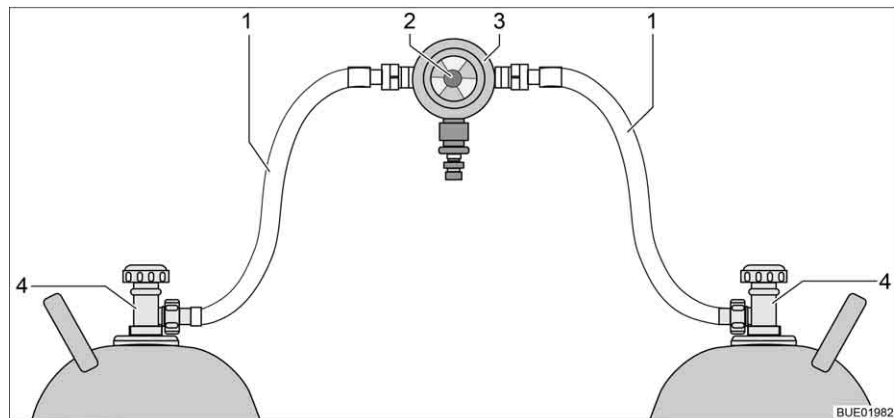
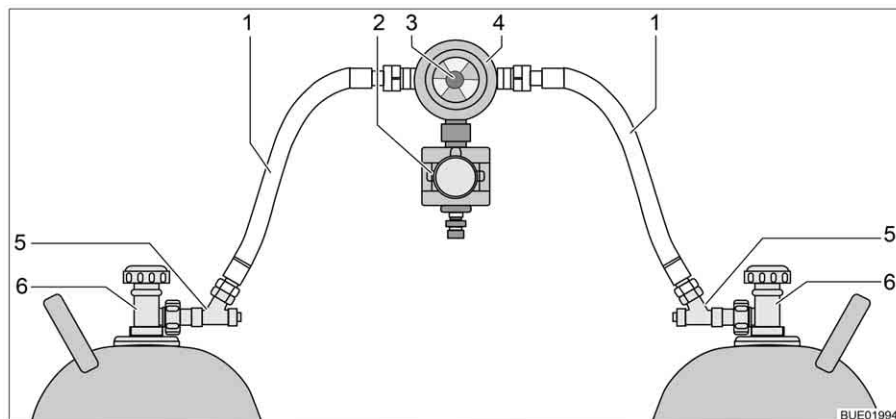

Fig. 160 Dispositif de commutation entre bouteilles de gaz
Fig. 161 Dispositif de commutation entre bouteilles de gaz avec CPU
Le dispositif de commutation entre bouteilles de gaz se compose d'un régulateur de pression du gaz combiné à une valve de commutation et indicateur (Fig. 160,3). Le dispositif de commutation entre bouteilles de gaz est monté entre les deux lyres (Fig. 160,1).
Le dispositif de commutation entre bouteilles de gaz se compose d'un régulateur de pression du gaz combiné à une valve de commutation et indicateur (Fig. 161,4) et d'une électrovanne (Fig. 161,2). L'électrovanne bloque l'arrivée du gaz au véhicule en cas de freinage brusque, d'accident ou de pente inhabituellement forte. Le dispositif de commutation entre bouteilles de gaz est monté entre les deux lyres (Fig. 161,1) avec des sécurités de rupture de tuyau (Fig. 161,5).
Le bouton rotatif (Fig. 160,2 et Fig. 161,3), situé sur le dispositif de commutation entre bouteilles de gaz permet de définir laquelle des bouteilles de gaz est celle de service et laquelle est celle de réserve.
Seules les fonctions électriques peuvent être activées sur l'unité de commande (Fig. 162). Les robinets principaux des bouteilles de gaz (Fig. 160,4 et Fig. 161,6) doivent être ouverts ou fermés manuellement.
- Ouvrir les robinets principaux des bouteilles de gaz (Fig. 160,4 ou Fig. 161,6).
- Appuyer sur les sécurités de rupture de tuyau (Fig. 161,5) l'une après l'autre pendant 10 secondes.
- Choisir la bouteille de gaz avec le bouton rotatif (Fig. 160,2 et Fig. 161,3) du dispositif de commutation à partir de laquelle le gaz doit être utilisé prioritairement (bouteille de service).
- Fermer les robinets principaux des bouteilles de gaz (Fig. 160,4 ou Fig. 161,6).